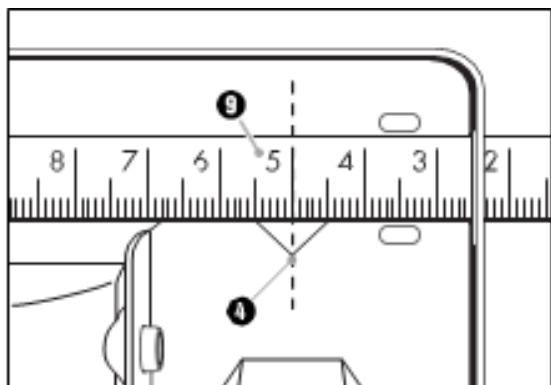

Рис.3.
2. Установите требуемую ширину резания с помощью шкалы направляющей линейки 9 и отверстий на основании 4 (см. рис. 3).